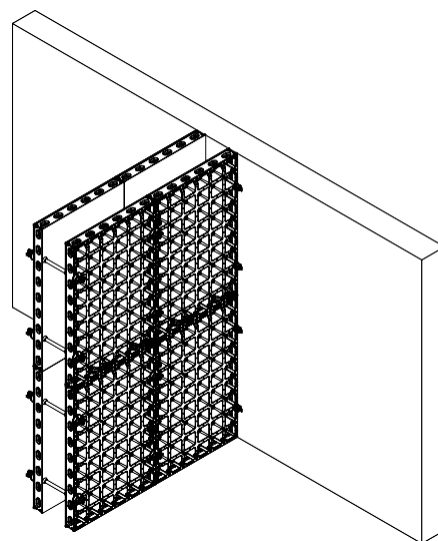

Fig. B6.05a
Използвайте гайката (53) за да предотвратите припокриване на гайката и стената. (Fig. B6.05a)